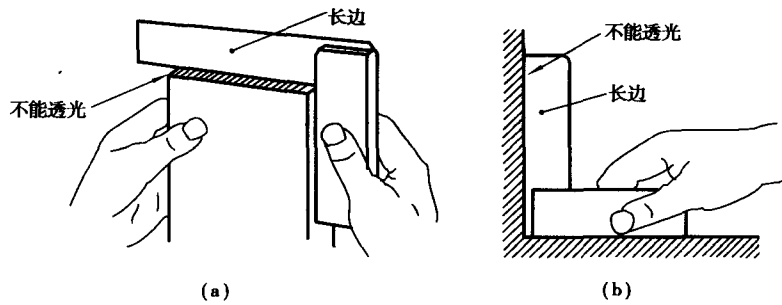

图 1.1.6
(见图 1.1.6)。
正确使用直角尺的方法如图 1.1.6 所示：
2. 方法:直角尺托柄的内侧要紧紧地贴着精加工过的表面,让长边稍微离开工件一点。手持工件对准亮处,把直角尺的长边降下来接触到被检查的表面[如图 1.1.6(a)]。
- 检查内直角时采用的方法与检查外直角的方法相似[图 1.1.6(b)]。